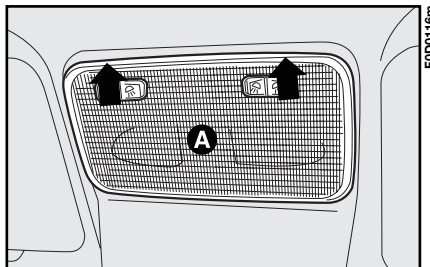

Abb. 29
1) Mit einem Schraubenzieher die mit Druck eingesetzte Plastikabdeckung **A**, **Abb. 29**, wie in der Abbildung gezeigt, abnehmen;